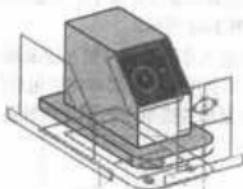
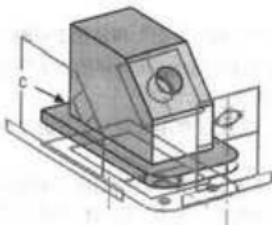

图 2-58 选取圆与面
图 2-59 切除特征
(14) 选取如图 2-58 所示的圆与面，然后单击 2D 到 3D 工具栏中的 (切除) 工具。
注意：选取的面为切除特征的基准面。在“切除-拉伸”属性管理器中单击(深度)按钮后，单击如图 2-58 所示的斜线 c 表示拉伸的高度，单击(确定)按钮，完成切除特征的绘制，如图 2-59 所示。